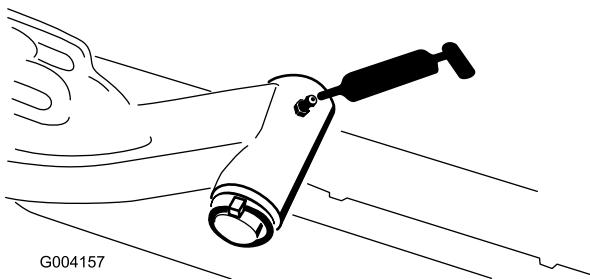

Figure 41
- Axe de pivot des bras de relevage (x 1) (Figure 41)